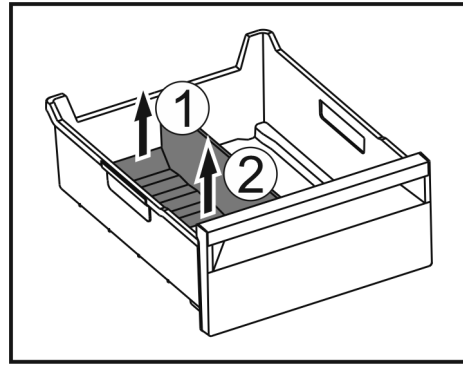

Fig. 115
- Løft den bageste del af frostrumsadskilleren. Fig. 115 (1)
- Tag frostrumsadskilleren op og ud. Fig. 115 (2)